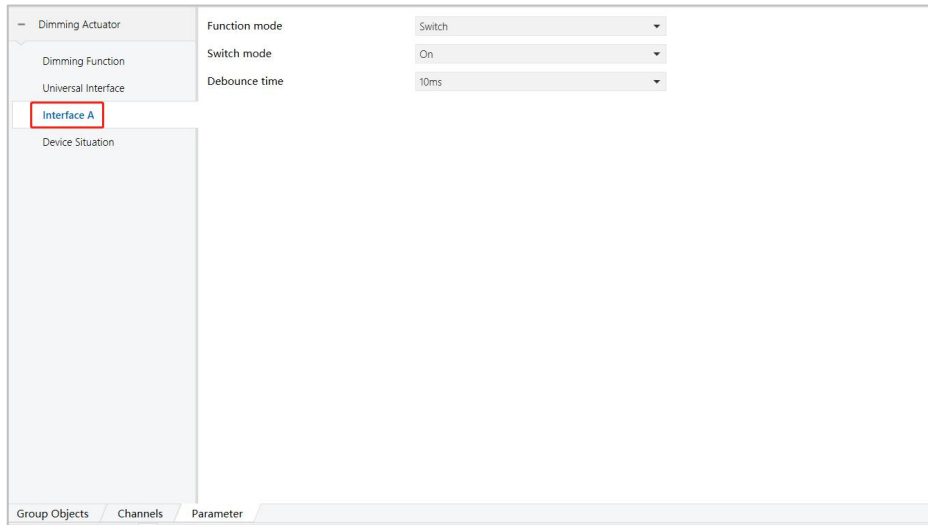

图 6.2.2
2) 选择“Enabled”启用该功能,右侧会出现 Interface A-D 四个干接点接口,点击各干接点接口设置其参数。下面以 Universal Interface A 为例, 如图 6.2.2 所示;